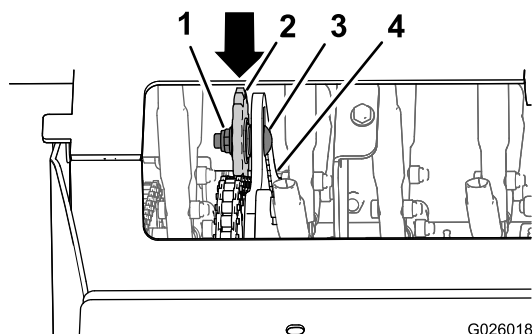

Figure 63
- Desserrez le contre-écrou et le boulon de carrosserie qui fixent le pignon de tension (Figure 63).
- Poussez le pignon vers le bas et l'avant pour augmenter la tension de la chaîne, comme montré à la Figure 63.